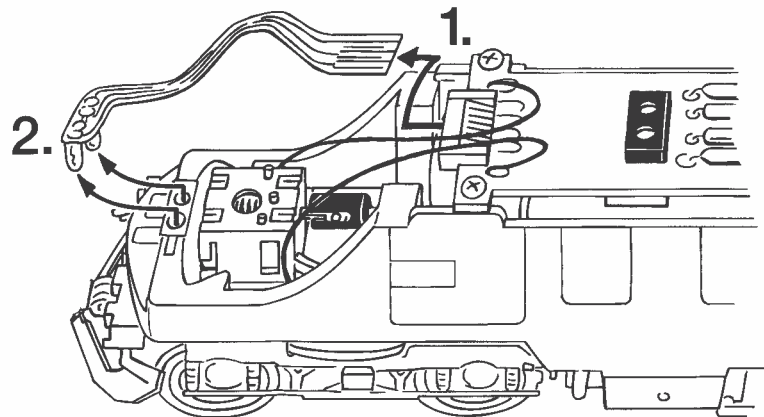

Fig. 5a
siehe Fig. 5a
A.C. operation: see fig. 5a
voir fig. 5a